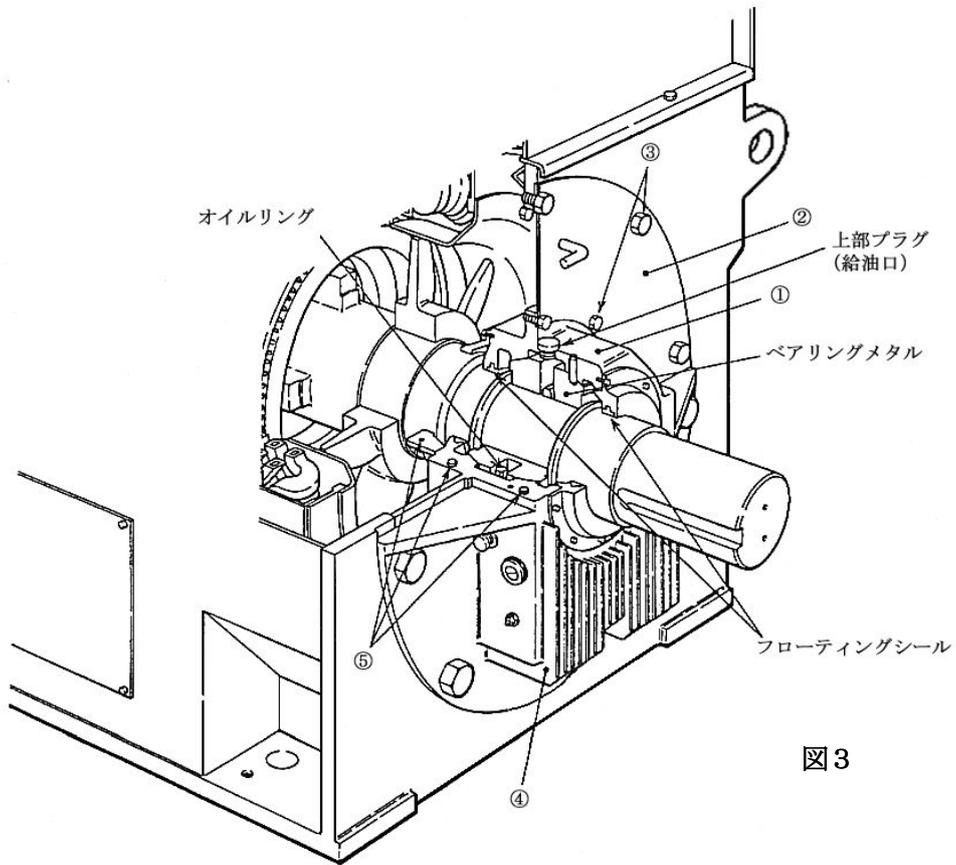

図3
- (1) ダイヤル温度計・熱電対等の軸受温度計を外す。
- (2) 軸受箱内の潤滑油をドレンプラグを外し、抜く。
- (3) 給排油配管のあるものはこれを取り外す。
6.2.2 上半部軸受ハウジングの分解(図3・図4参照)